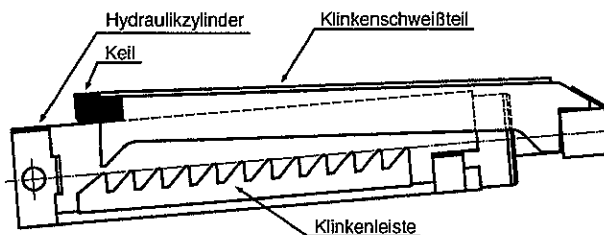

Bild 7: Entnehmen des Keils
- Absenkvorgang unterbrechen (Gewindestift zurückdrehen und anziehen), sobald der letzte Zahn der Klinkenleiste überfahren ist und der Zahn des Klinkenschweißteils nicht mehr einrasten kann (siehe **Bild 7**).